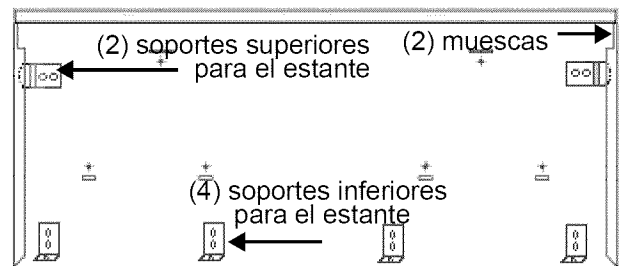

Figura 19: 48 Pulg Dorso de la placa mural
5. Instale la placa mural colocando las muescas de las esquinas (dorso de la placa mural) encima de los dos soportes superiores del estante. Deslice el accesorio del estante hacia arriba hasta que la parte inferior se enganche en los soportes inferiores (Figura 19).